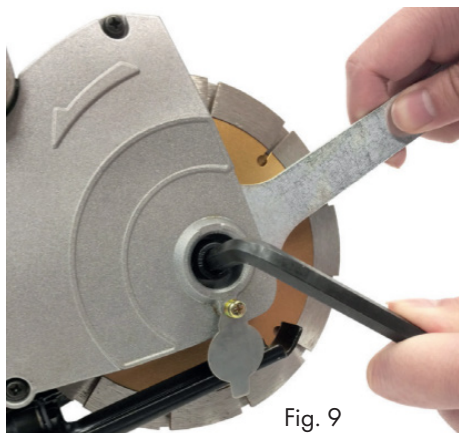

Fig. 9
- Draai de schroefverbinding linksom los, Fig. 9.